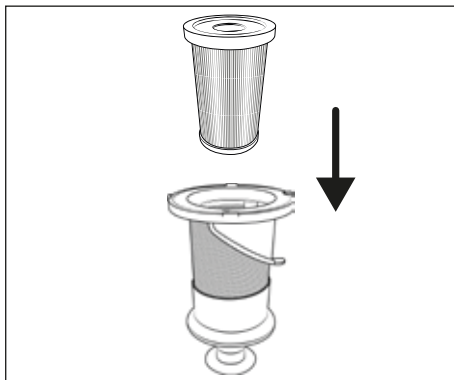

Fig. 22
- 7) Inserire il filtro HEPA **5** nel filtro in acciaio inox **6** (vedere fig. 22).